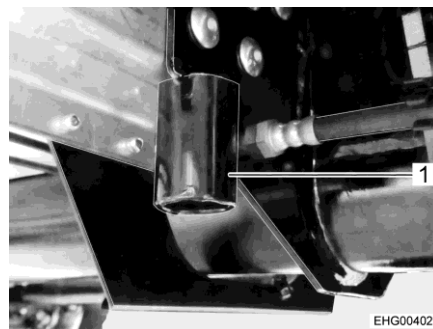

Bild 158 Fäste för domkraft
- ▷ Använd domkraften (Bild 158,1) under axelblocket (framför axelröret) för att fästa lyftanordningen.